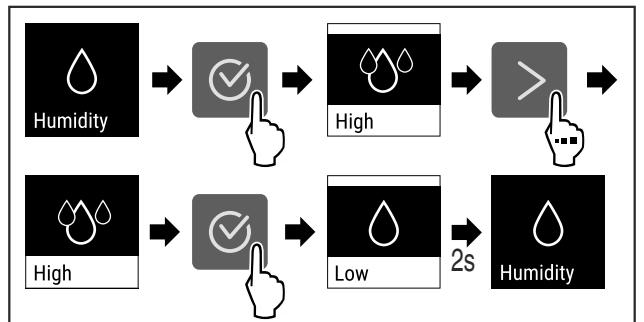

Fig. 95
- ▶ Hajtsa végre a művelet lépéseit (lásd Fig. 95).